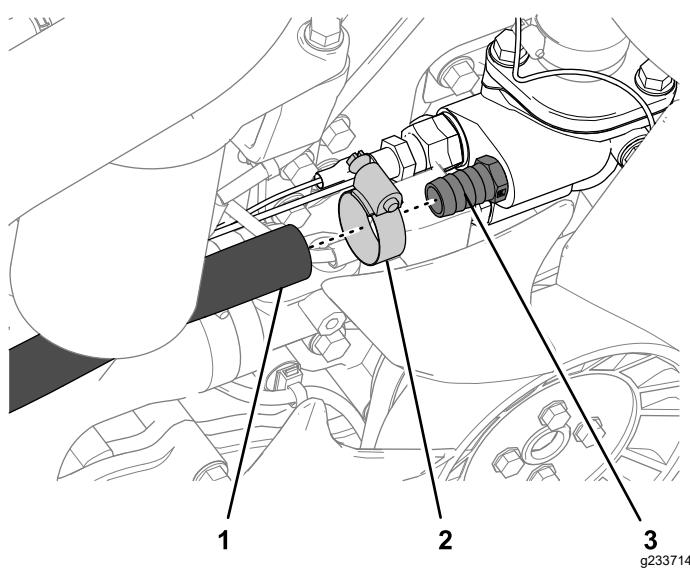

Bild 27
2. Schieben Sie die Schlauchklemme auf das Schlauchende (Bild 27).
Schlauchklemme ($\frac{1}{2}$ " x $1\frac{1}{4}"), wie in Bild 27 abgebildet.$